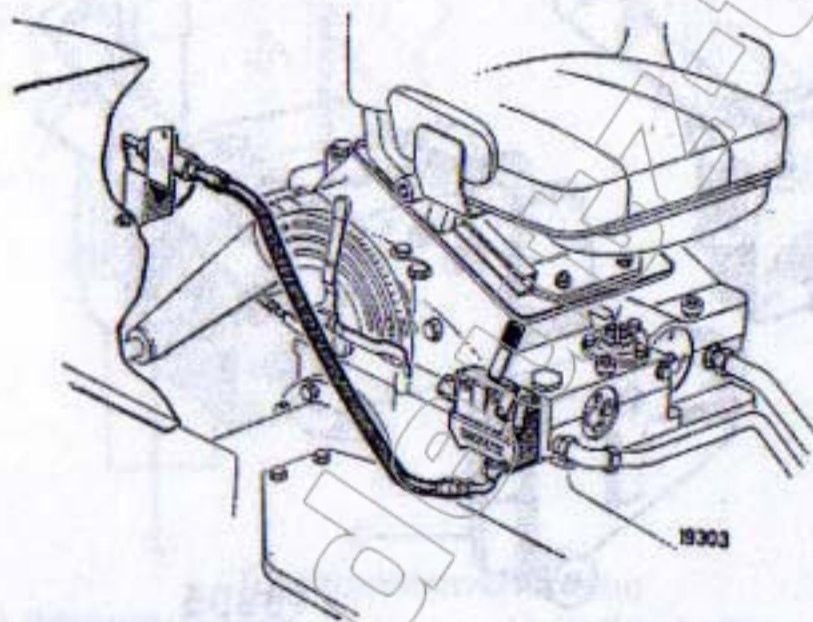

Bild 55
- 1 Schlauchanschluß = 1 einfach wirkendes Endgerät (nur Heben oder Senken (Bild 55), oder 1 einfach wirkendes Zwischengerät mit Abschlußplatte (KHD)